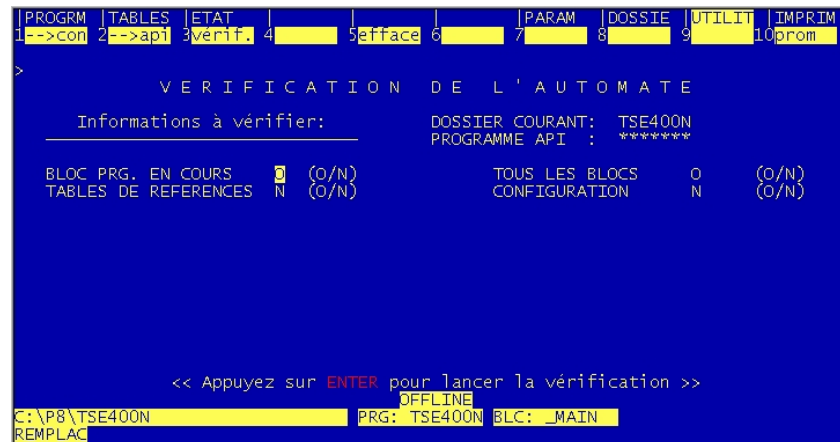

Figura 6.14. Verificación de información entre PLC y PC.
- F2: Con esta opción se puede transferir el programa, tablas de referencia y/o la configuración desde un PC a la memoria del PLC, como se muestra en la Figura 6.14.
- F3: Con esta opción se puede comparar el programa, la configuración y/o las tablas de referencia que están grabadas en el PLC, con la información que se tiene en un PC (Figura 6.14).